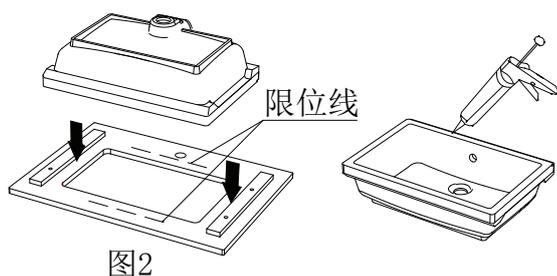

图2
- 2) 如图2所示，将洗面盆倒放在台面底部，调整距离，使洗面盆能够匀称覆盖台面孔，使用记号笔做好标记。